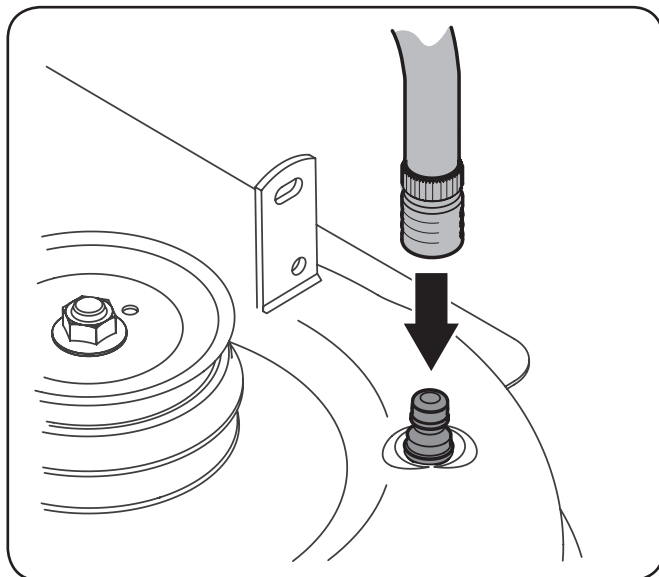

Figure 6-3
3. Una el acople de la manguera al puerto de agua que se encuentra en la superficie de la plataforma. Vea Figure 6-3.